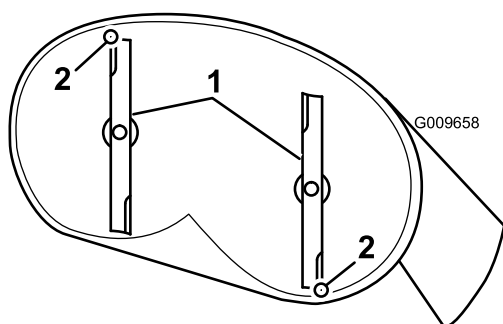
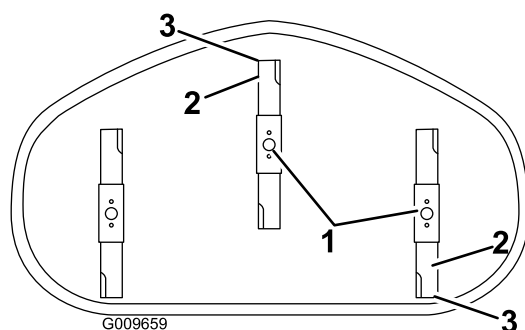

Bild 71
Bild 72
4. Drehen Sie die Messer vorsichtig, sodass sie in Längsrichtung zeigen (**Bild 71** und **Bild 72**).
5. Messen Sie zwischen der Messerspitze vorne und hinten und der flachen Oberfläche (**Bild 71** und **Bild 72**).
9. Überprüfen Sie nach dem Einstellen erneut die Neigung in Längsrichtung. Stellen Sie die Mutter ein, bis die vordere Messerspitze um 1,6 mm bis 7,9 mm tiefer liegt als die hintere Messerspitze (**Bild 71** und **Bild 72**).